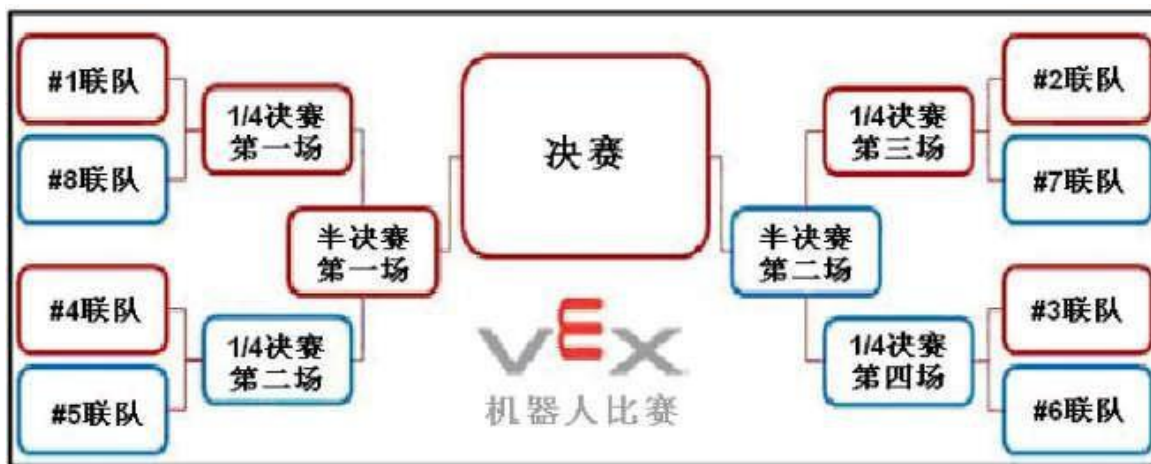

图 10 复赛对阵图
6.1.4 参加复赛的参赛队用联队选配的方式组成联队，复赛的对阵图如图 10 所示。